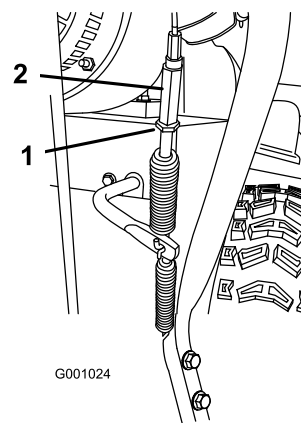

Bild 41
5. Lösen Sie die Klemmmutter (Bild 41).
6. Lösen oder ziehen Sie die Spannschraube an, um die Kabelspannung einzustellen (Bild 41).